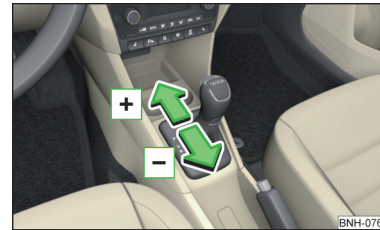

Abb. 187
- › Zum **Hochschalten** den Wählhebel nach vorn  tippen » Abb. 187.
- › Zum **Herunterschalten** den Wählhebel nach hinten  tippen » Abb. 187.